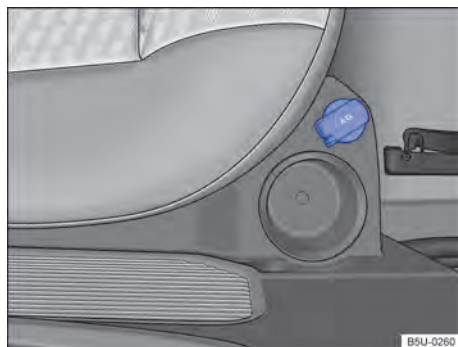

Fig. 113 Na lateral do banco traseiro: tomada 12 V - Nova Saveiro cabine dupla.
- No porta-objetos no lado direito do banco traseiro → Fig. 113.